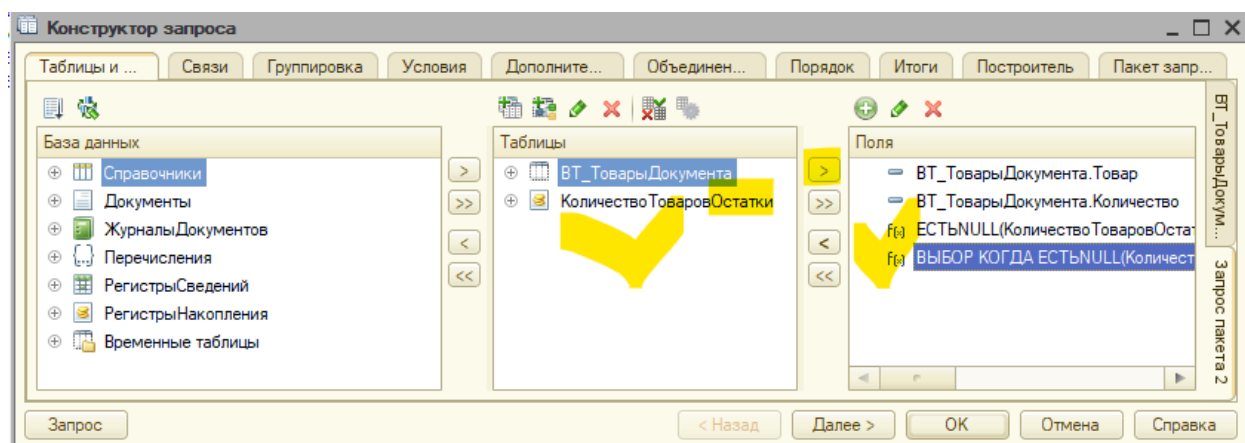

Рис. 5.61. Таблицы и поля запроса 2
9. После выбора таблиц, полей и создания выражений они появятся на вкладке (рис. 5.61).